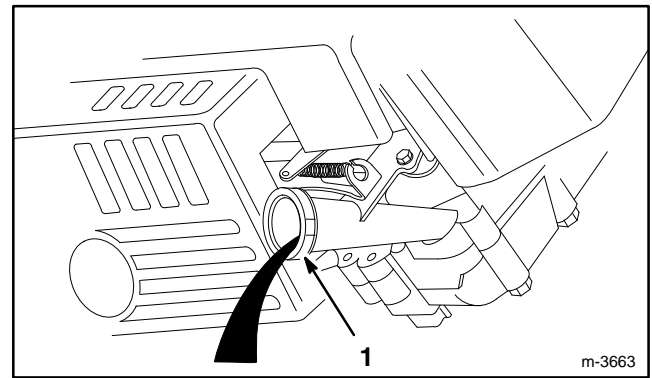

Figure 22
6. Basculer la tondeuse sur son côté gauche pour permettre à l'huile de s'écouler dans le bac (fig. 22).